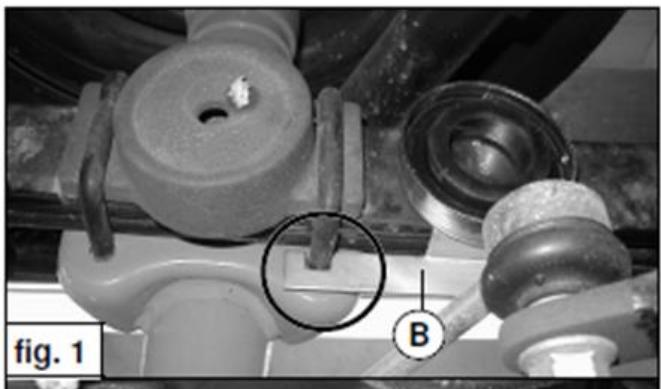

fig. 1
- Plaats de rubbers **ø 60 mm** in de onderschotels **B** en de rubbers **ø 50 mm** in de bovenschotels **A**. Zie fig 1 en 2.
- Plaats de onderschotel **B** op de bladveer aan de voorzijde van de as. Let op dat de strip goed om de veerstrop haakt. Zie fig. 1.
- Put the rubbers **ø 60 mm** into the lower spring brackets **B** and the rubbers **ø 50 mm** into the upper spring brackets **A**. See fig. 1 and 2.
- Place the lower bracket onto the leaf spring at the front side of the axel. Take care that the bracket is fitted properly around the U-bolt. See fig. 1.
1. Stellen Sie die Gummi Ringen **Ø 60 mm** in der untere Federtellern **B** und die Gummi Ringen **Ø 50 mm** in der obere Federtellern **A**. Siehe Fig. 1 und 2.
2. Stellen Sie den untere Federteller auf die Blattfeder an der Vorderseite der Hinterachse. Siehe Fig.1.
1. Placez les caoutchoucs **Ø 60 mm** dans les coupelles inférieures **B** et les caoutchoucs **Ø 50 mm** dans les coupelles supérieures **A**. Voir fig. 1 et 2.
2. Placez la coupelle inférieure **B** sur la lame de ressort à l'avant de l'essieu. Veillez à ce que la bande s'accroche correctement autour de la barre du ressort. Voir fig. 1.